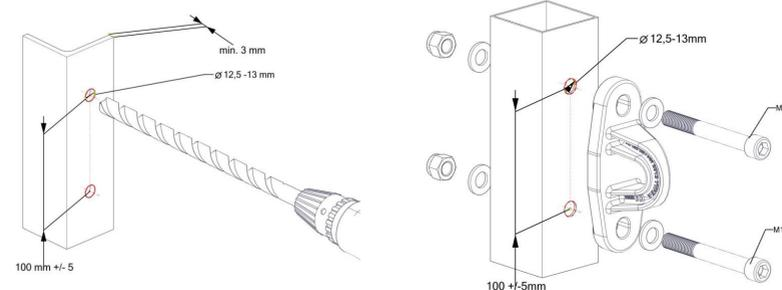

Figura 2. Perforación de orificios de montaje en perfiles de acero
- Vea a continuación las instalaciones de ejemplo del PAF 150 GRIS en superficies de acero y hormigón: El punto de anclaje se puede instalar en la estructura de acero cuyo espesor es superior a 3 mm. Taladre dos agujeros de 12,5-13 mm de diámetro espaciados 100 mm con posible margen de error de hasta 5mm. (Figura 2). Resistencia de la estructura de acero se debe calcular qué punto de anclaje se va a instalar y no ser inferior a 12 kN.